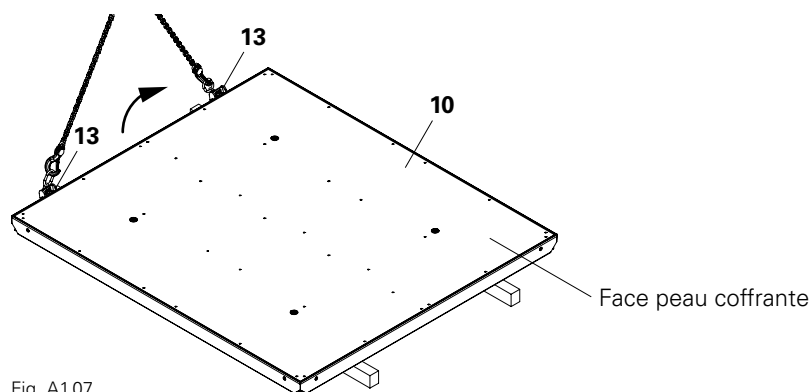

Fig. A1.07
- ⇒ Fixer le crochet de déplacement à l'élément uniquement lorsque celui-ci est posé au sol ! (Fig. A1.07)
(Fig. A1.07)
(Fig. A1.07 + A1.08 + A1.09)